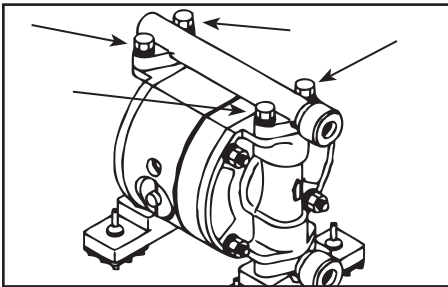

Figura 16
- Extraiga los pernos de retención del distribuidor (o múltiple) de salida y retire el distribuidor de salida (consulte la Figura 16).